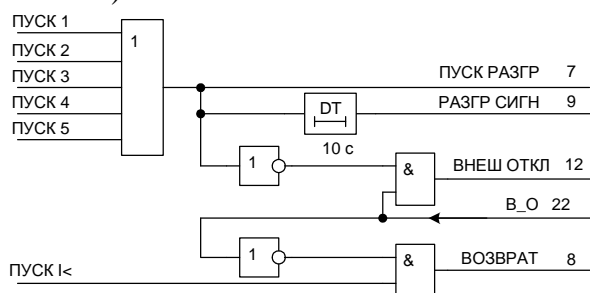

Рис. 1.3.9
Пуск токового органа любой ступени МТЗ вызывает появление сигнала «Пуск разгрузки» (Рис. 1.3.9), который может воздействовать на светодиодную индикацию на лицевой панели устройства. О выборе режима индикации написано в п.1.3.6.
- появлении сигнала «Внешнее отключение» на входе 1.3 (марка цепи 22 на Рис. 1.3.9);